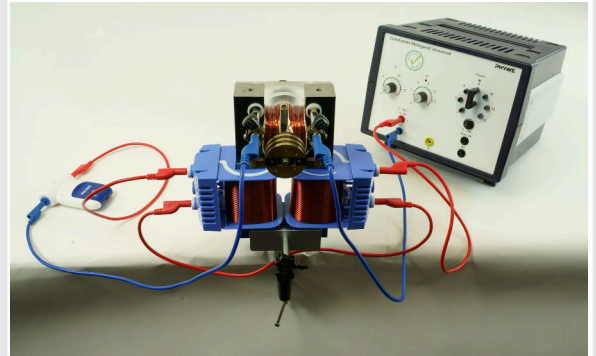

Abb. 2
- Vervollständige den Aufbau nach Abb. 2 und Abb. 3.